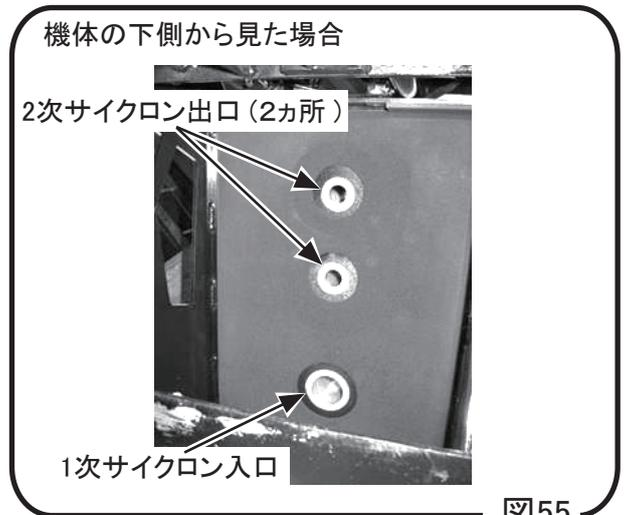

図55
- 3 清掃後に機体の下部にある1次および2次サイクロンの各出口穴にダストが残っていないかを確認してください。(図55)